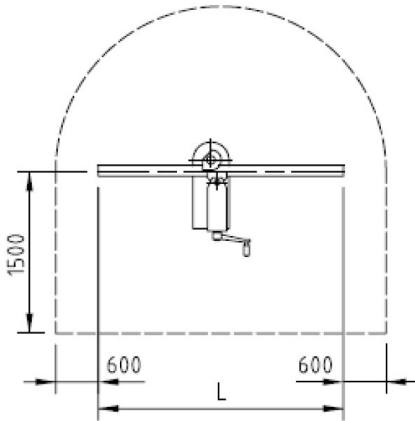

Abb. 12: Minimal möglicher Anwendungsraum der Maschine
- Der Abstand zur Wand muss den Vorgaben entsprechen (Abb. 12).
- Der notwendige Platzbedarf und die Sicherheitszone der Maschine sind in der Abb.12 aufgezeigt.
Die folgenden Größenangaben sollten am Aufstellungsort bzw. Arbeitsplatz berücksichtigt werden (Abb. 12).